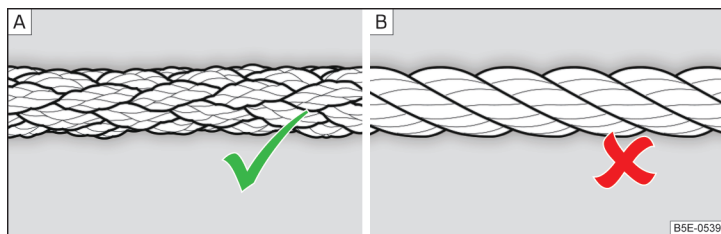

Abb. 215 Geflochtenes Abschleppseil / Gewundenes Abschleppseil
Zum Abschleppen mittels eines Abschleppseils nur ein geflochtenes Kunstfaserseil » Abb. 215 - **A** verwenden » **!**.
- Zum Abschleppen ist kein gewundenes Abschleppseil zu verwenden » **Abb. 215** - **B**, die Abschleppöse könnte sich am Fahrzeug herausdrehen - es besteht Unfallgefahr.